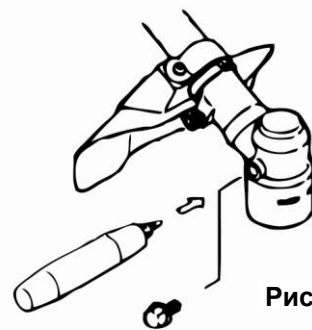

Рис. 7
- Выключите двигатель триммера, открутите болт в боковой части редуктора, залейте небольшое количество (20-30 мл) масла в редуктор (См. Рис.7)